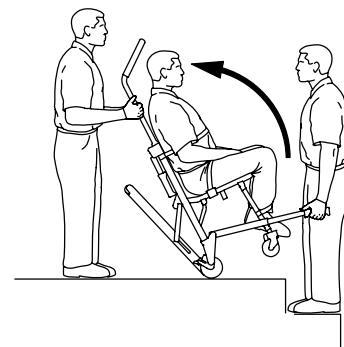

Figura 9 – Inclinare la sedia
6. Operatore lato testa: Inclinare la sedia all'indietro in modo tale che il sistema **Stair-TREAD** tocchi terra (Figura 9).